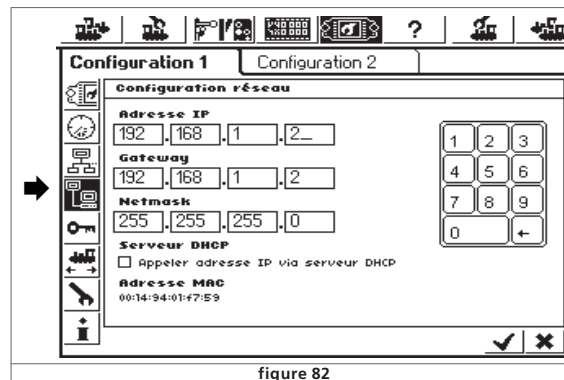

figure 82
- Ouvrir la configuration réseau comme en figure 82.